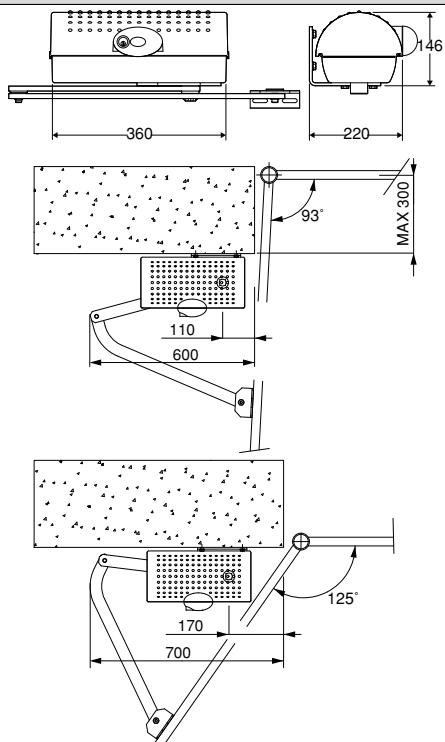
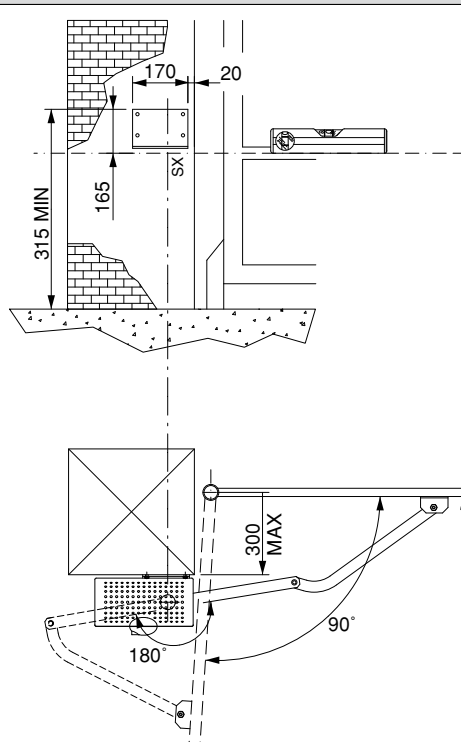

Fig. 2
Fig. 3
- Que la structure du portail est suffisamment robuste et rigide. La position de fixation doit être évaluée selon la structure du vantail. En tous les cas le bras de manoeuvre doit pousser à un endroit renforcé du vantail (fig. 2).
5) FIXATION DE LA PLAQUE DE SUPPORT (Fig.2)
Après avoir déterminé le point de renfort du vantail, avec le portail fermé, tracer une ligne horizontale imaginaire à partir du centre du renfort jusqu'au poteau (fig.2). Positionner l'étrier d'ancrage en respectant les cotes de la fig.2 pour des ouvertures jusqu'à 90° ou de la fig.3 pour des ouvertures supérieures à 90° jusqu'à 125° maxi. La position de fixation de l'étrier doit être plane et parallèle au vantail. Utiliser des vis ou des boulons à expansion indiqués au type de poteau.